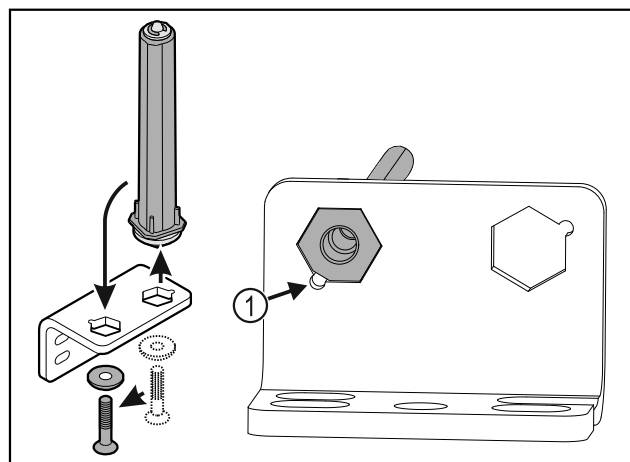

Fig. 40
- Lors de l'insertion de l'axe, veiller à ce que son chanfrein Fig. 40 (1) soit du côté du trou rond.